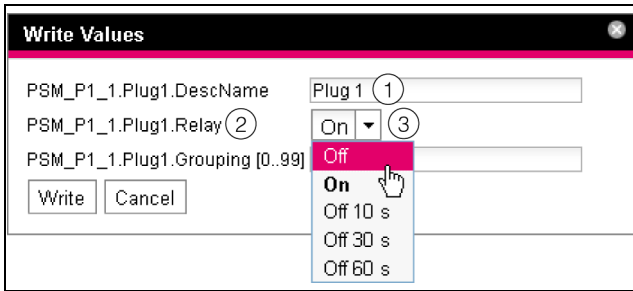

Fig. 18 : exécution des ordres de commutation
DescName	Description personnalisée qui a été attribuée à la sortie ou à la prise (fig. 18, pos. 1).
Command	Ordre qui doit être exécuté. Les ordres suivants sont traités : « Off », « On », « Off 10 s », « Off 30 s », « Off 60 s » (fig. 18, pos. 3).
Device	Deviceindex (numéro ID) qui est affiché devant le Real Device correspondant dans le domaine de navigation du site Internet de l'interface IoT (fig. 18, pos. 2).